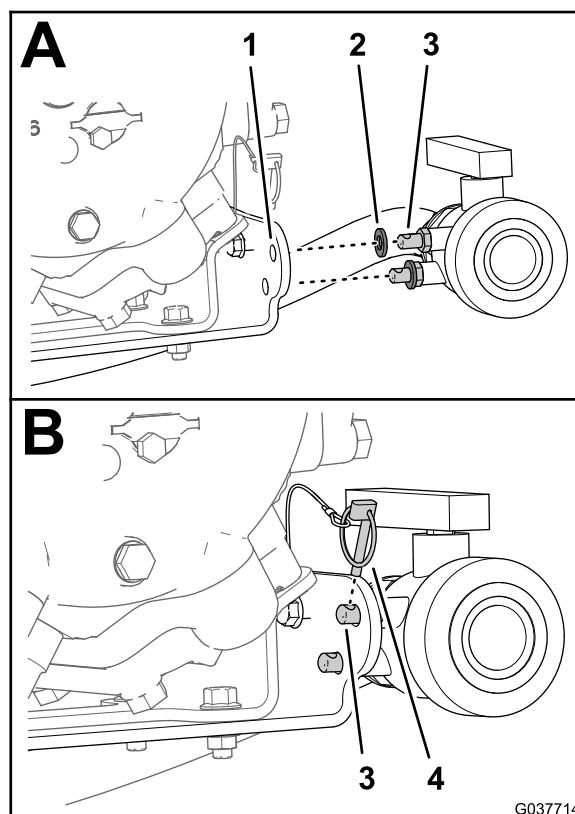

Figura 82
2. Certifique-se de que as duas anilhas de borracha são montadas nos dois pinos de montagem da válvula de drenagem (Figura 82).
3. Alinhe os dois pinos de montagem através dos dois furos de 11 mm no suporte da bomba do pulverizador (Figura 82).
4. Prenda a válvula de drenagem no suporte da bomba com o pino de sujeição (Figura 82).